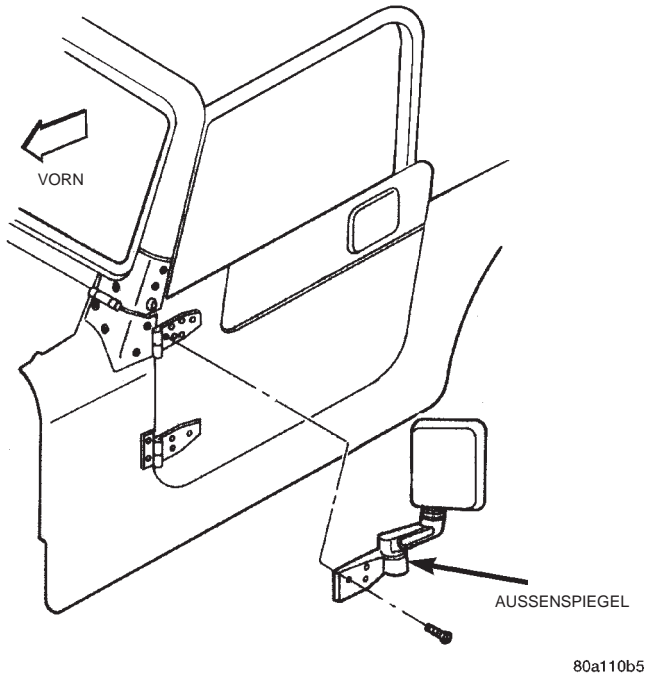

Abb. 11 Außenspiegel
(1) Befestigungsschrauben lösen, mit denen der Außenspiegel am Türscharnier befestigt ist (Abb. 11).
(2) Außenspiegel vom Türscharnier abbauen.